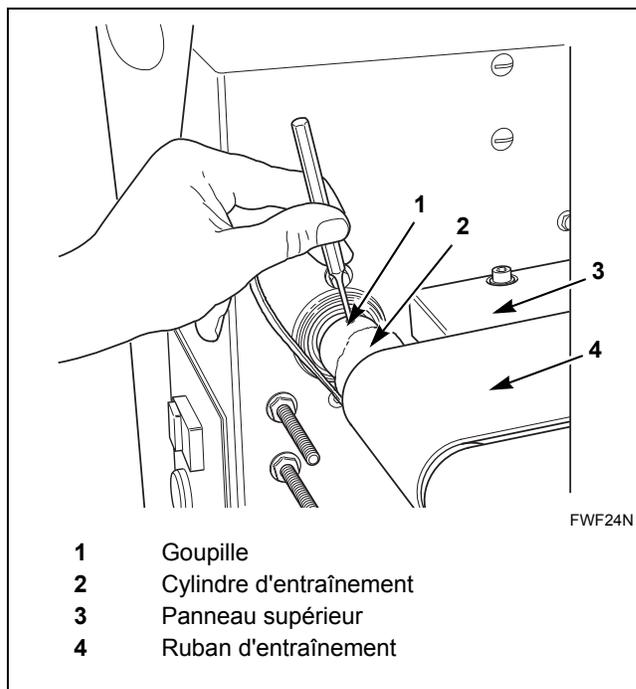

Figure 30
4. À l'aide d'un pointeau, extraire complètement la goupille. Se reporter à la *Figure 30*.